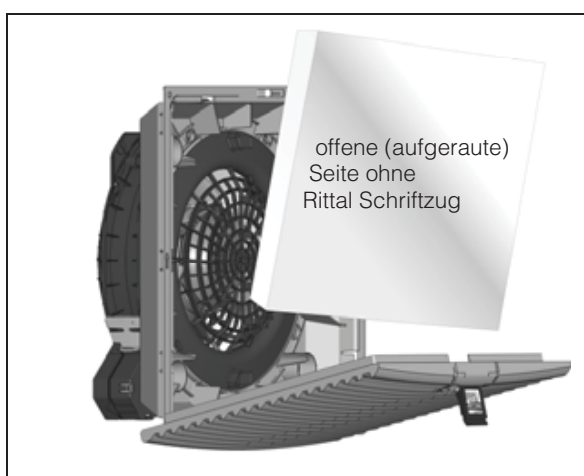

Abb. 7: Standardfiltermatte einbauen
- Beachten Sie auch hier, dass die offene Seite (ohne Rittal Schriftzug) in Richtung Lamellengitter zeigt (siehe Abb. 7)